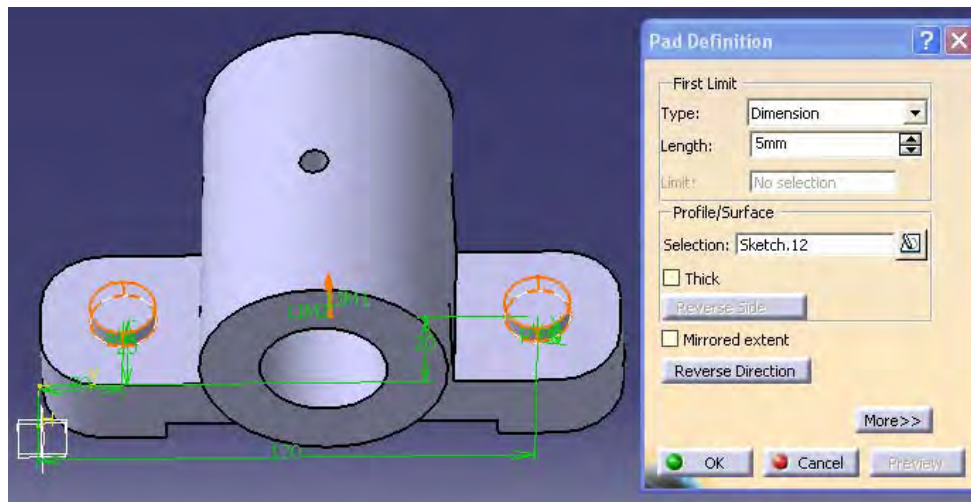

Figura 4.40: PAD A CIRCULOS 3 Y 4
15.-En el modulo PART DESIGN se selecciona la herramienta PAD y se extruiran los círculos 3 y 4, se les da una longitud de 5mm y se les cambia la dirección tal como se ve en la figura 4.40.